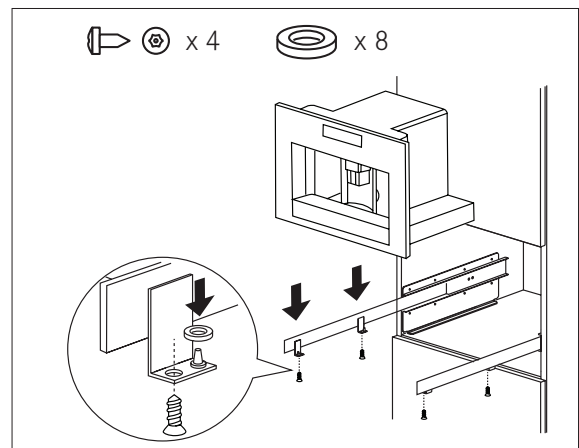

Fig. 5
- Coloque el aparato en el raíl, asegurándose de que los pasadores estén introducidos correctamente en la carcasa y, después, fíjelo con los tornillos suministrados (Fig. 5). Si es necesario ajustar la altura del aparato, utilice las arandelas distanciadoras suministradas.